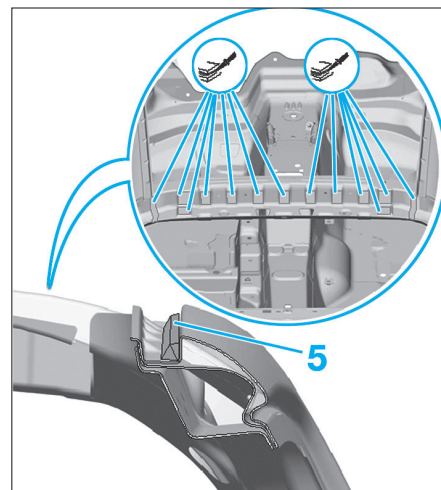

FIG. 124
- Remplir la zone (5) de colle bicomposant pour carrosserie à l'aide du pistolet à cartouche double (Fig.124).